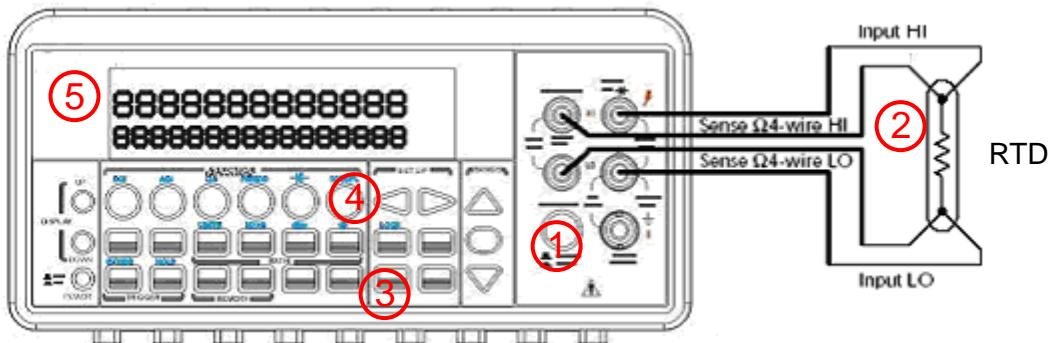

図 3-17
- ① TERMINALS スイッチを使用して前面パネルの入力端子を選択します。
- ② 図 3-17 に示すように、プラチナ RTD を接続します。
- ③ CONFIG、TEMP ボタンを押した後、△または▷ボタンを押すとディスプレイが”SENSOR”表示のときセンサー タイプを、”UNIT”表示のとき単位を、”TRANSDUCER”表示のとき測定モードを選択し ENTER ボタンを押します。それぞれについて△または▷ボタンで項目を選択し、ENTER ボタンを押して設定します。
- ④ TEMP ボタンを押します。
- ⑤ RTD を希望の位置に置き、ディスプレイ上の測定値を読み取ります。